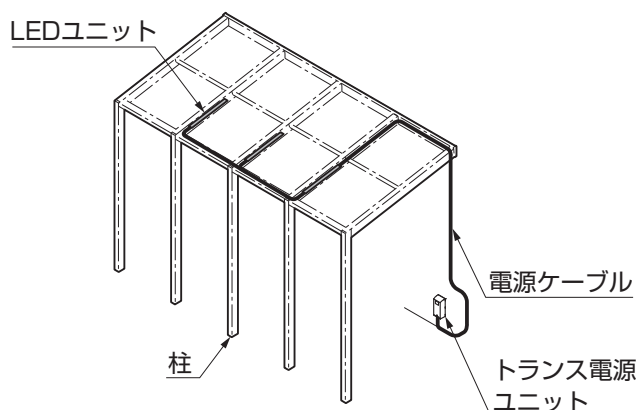
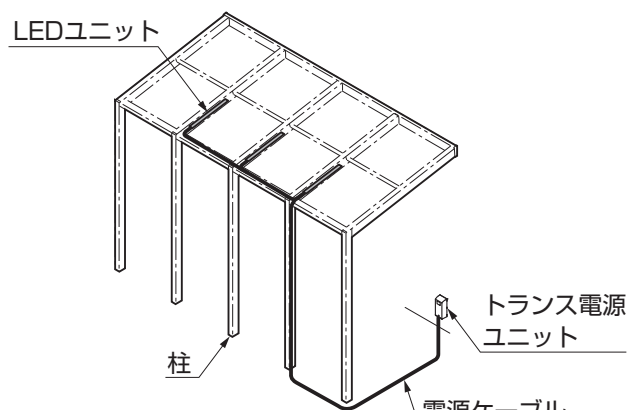
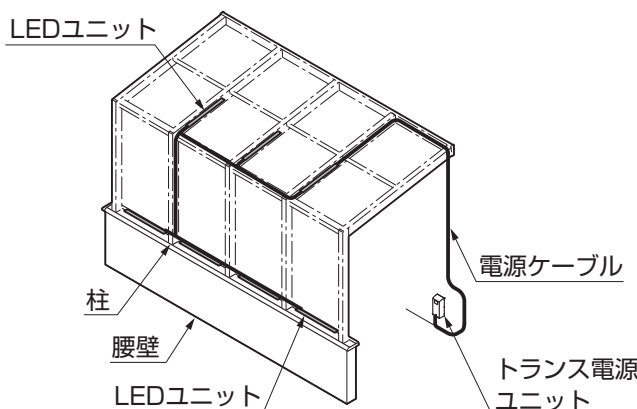

図1-24
図1-25
図1-26
- LEDユニットの配線は、躯体側から上部へ周す場合の図1-24、図1-26と柱側、腰壁側から下部へ周す場合の図1-25、図1-27の方法があります。